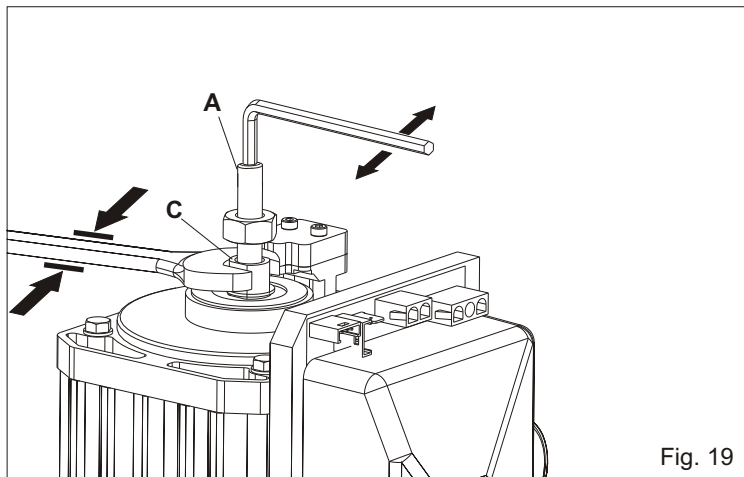

Fig. 19
- Teniendo bloqueado el eje motor (**C**), obrar sobre el perno **A** (Fig.19) en la siguiente manera: